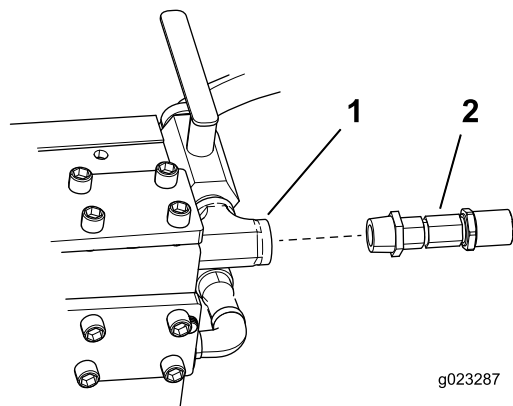

Figure 1
1. Déposez le transducteur de pompe du raccord en T existant (Figure 1).